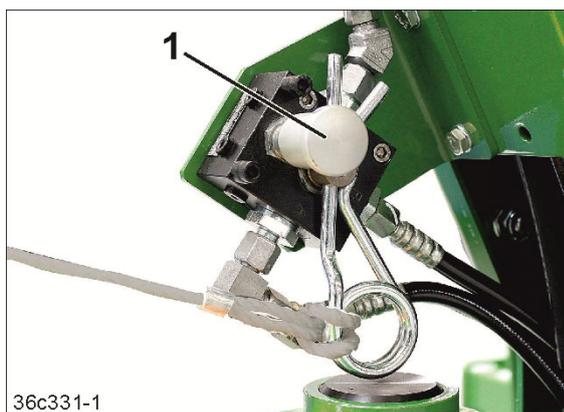

Fig. 131
- 3.1 Actionnez la soupape (Fig. 131/1).